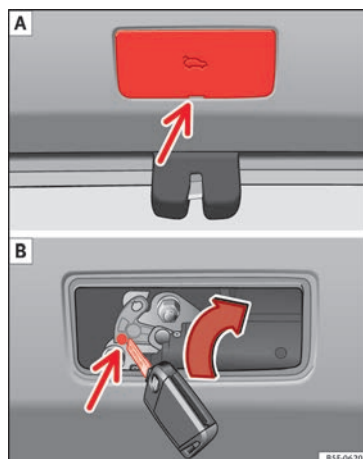

Fig. 7 Detalle del maletero: acceso al desbloqueo de emergencia.
- Retire la tapa insertando un destornillador en la ranura » **fig. 7 A.**
- Introduzca la llave en el orificio previsto y gírela en el sentido de la flecha hasta liberar el pestillo » **fig. 7 B.**